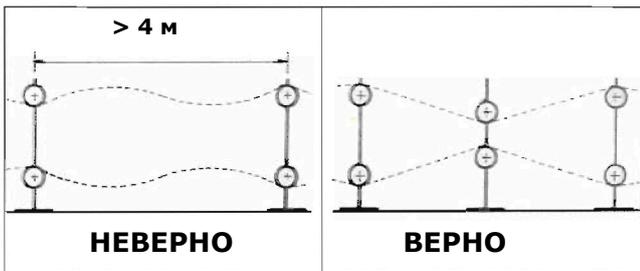

Рис. 4.5 Предотвращайте колебание каната
*При прокладке каната через каждые 4 м нужно устанавливать ролик (Рис. 4.5), чтобы предотвратить колебание каната (соскакивание с роликов)!*